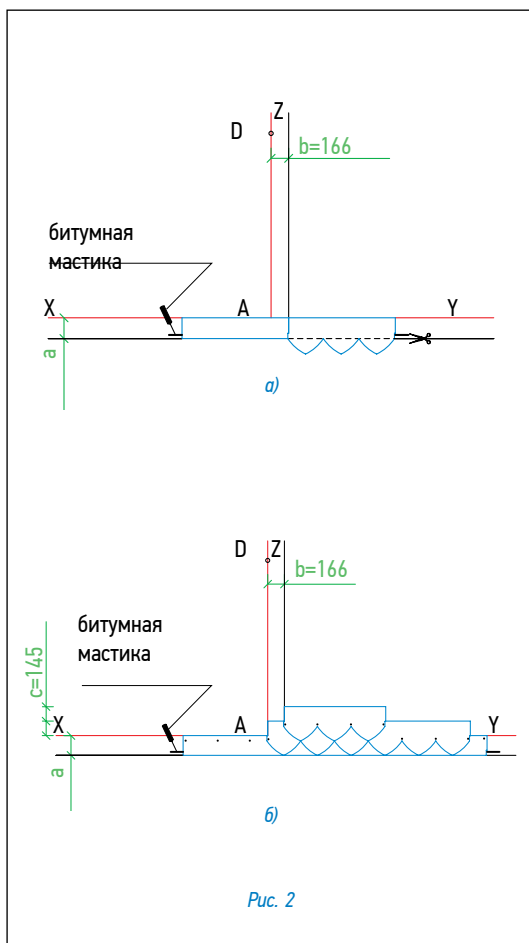

Рис. 2
### Укладка материала (рис. 2)
- Начальный ряд формируется из специальной коньково-карнизной черепицы, либо из листов черепицы обрезанных по линии образованной конечными точками вырезов. Элементы начального ряда укладываются по линии карниза в обе стороны от линии Z (рис. 2а) и фиксируются по нижнему краю битумной мастикой, а по верхней кромке 4 гвоздями (ось гвоздей на 5 см ниже верхнего края полосы);
- далее первый ряд черепицы укладывается от линии AD (рис. 2б);
- второй ряд укладывается от линии Z (со смещением 16,6 см от AD) (рис. 2б);